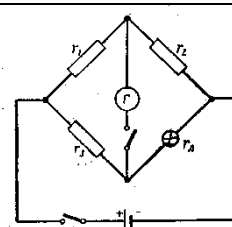

Рис. 4.7
11. Определить сопротивление R_L нити лампы при помощи моста (рис. 4.7), если равновесие его наступает при $R_1 = 10 \text{ Ом}$, $R_2 = 100 \text{ Ом}$ и $R_3 = 20 \text{ Ом}$.